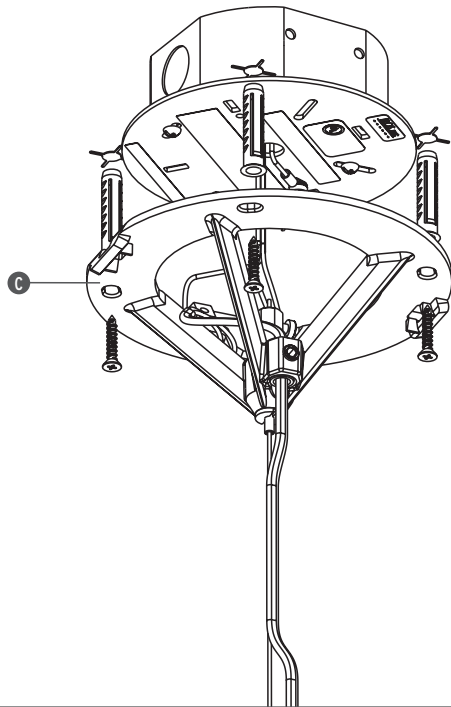
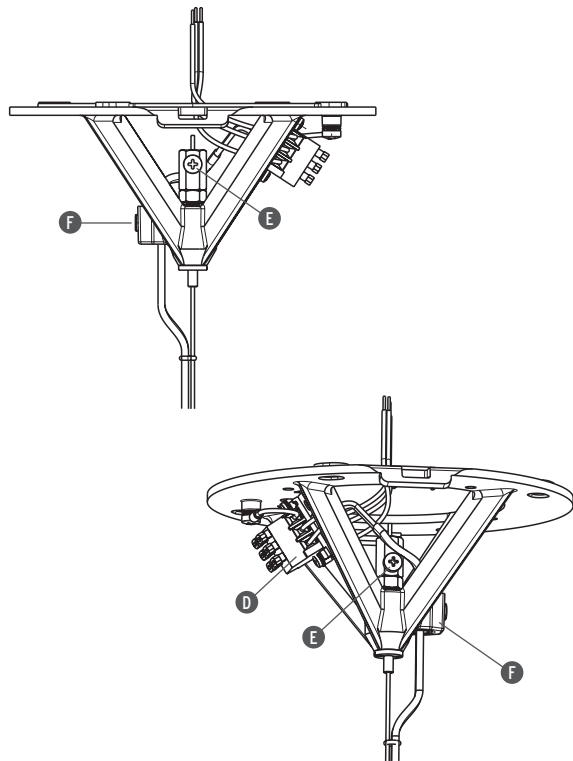

Fig. 1b
Fig. 2
<GB> Fig.1b Fix the wall attachment (C) to the ceiling using the screws and expansion nogs; **WARNING:** taking into account the luminaire weight, it is necessary to ensure its suitable mechanical support (either with a fixing independent from the outlet box, as shown in fig. 2, or using a suitable ceiling fixture support (at least 30Kg/65lb) **NOTE:** Select and employ screw anchors which are suited to the surface where the appliance is to be installed.
<FR> Fig.1b Fixer la structure (C) au plafond en utilisant les vis et les vis tamponnées. **ATTENTION:** il faut que le support mécanique soit adapté au poids de la lampe (par l'intermédiaire d'un système de fixation indépendant de la boîte de connexion, comme montré sur la fig. 2, ou en utilisant un support pour plafond approprié (au moins 30kg/65lb). **NOTE:** Choisir et utiliser des systèmes d'ancrage à vis adaptés aux surfaces sur lesquelles la structure doit être montée.
<SP> Fig.1b Fijar la estructura (C) al techo usando los tornillos y los tacos de expansión. **ATENCIÓN:** es necesario que el soporte mecánico sea adecuado al peso de la lámpara (a través de un sistema de fijación independiente de la caja de conexión, como enseñado en fig. 2) o usando un soporte para techos adecuado (por lo menos 30kg/65lb). **NOTA:** Elegir y usar sistemas de fijación con tornillo adecuados a la superficie sobre la cual hay que montar la estructura.
<J> 図1のB. ネジとロウルプラグで支持構造(C)を天井に固定します。注意: 支えは照明器具の重量に耐え得る物でなければなりません。(図2の様に、アウトレットボックスから独立した固定方法、または、取り付けの天井に適した支えをご利用ください(少なくとも30KGに耐える))。注記: 器具を固定する壁面にあった素材のネジをお選び下さい。
<GB> Fig.2 Disconnect the feed cables from the terminal board (D); loosen the screw (E) and the dowel (F), then regulate the size of the cables of the apparatus to the desired height and cut off any excess; Reset the connections in the terminal board (D) and tighten the screw (E) and nut (F) to block the feed cable and steel cable.
<FR> Fig.2 Débrancher les câbles d'alimentation du serre-câbles (D); dévisser la vis (E) et la clavette (F), régler la mesure des câbles de l'appareil à la hauteur voulue et couper le surplus éventuel; rétablir les raccordements dans le serre-câbles (D), revisser ensuite la vis (E) et la clavette (F) pour bloquer le câble d'alimentation et le câble en acier.
<SP> Fig.2 Desconectar los cables de alimentación de la tabla de bornes (D); aflojar el tornillo (E) y el grano (F), luego regular la medida de los cables del aparato a la altura deseada y cortar el posible exceso; restablecer las conexiones en la tabla de bornes (D) y luego atornillar el tornillo (E) y el grano (F) por bloquear el cable de alimentación y el cable de acero.
<J> 図2. 内端子盤(D)から電気ケーブルを取り外し、ネジ(E)とネジ受け(F)をゆるめ器具の電気ケーブルを必要な高さに合わせて長さを調整し、余分な部分を切ります。続いて再び端子盤(D)と電気ケーブルを接続し、ネジ(E)とネジ受け(F)で電気コードと針金を固定します。